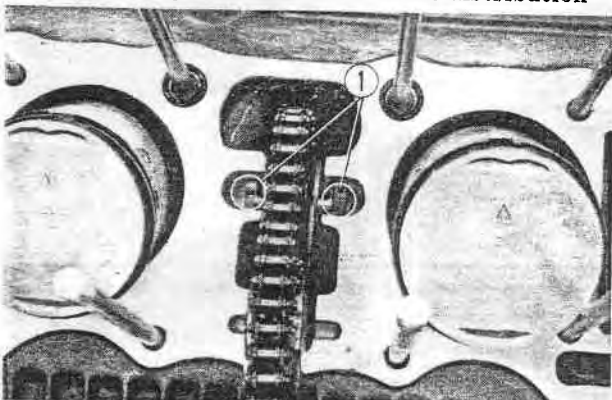

Fig. 3-35 ① Supports en caoutchouc du galet de tendeur
1. Passer la chaîne de distribution sur le galet du tendeur de chaîne de distribution, le monter sur le carter supérieur et mettre en place les supports en caoutchouc. (Fig. 3-35)